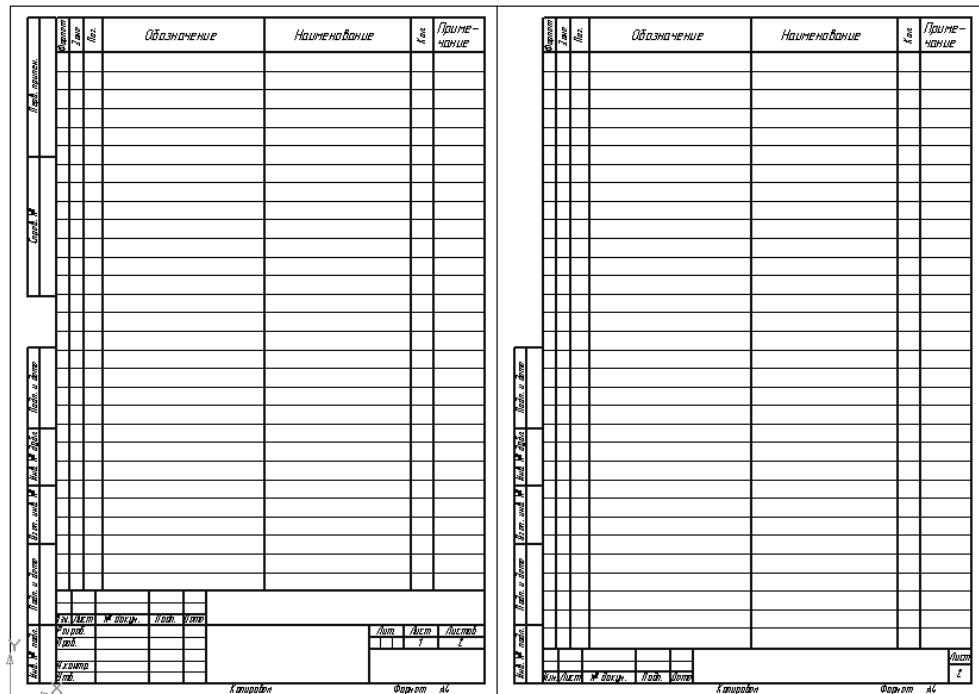

Рис. 9.85. Первый и второй листы спецификации
6. Раскройте меню **Вставка | Лист** — и на экран рядом с первым листом спецификации будет выведен второй лист (рис. 9.85).